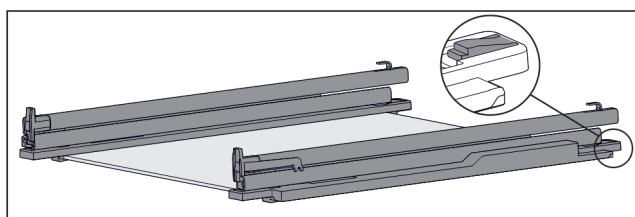

Fig. 155 Üveglap sínekkel és tartóelemekkel
- ▶ Nyomja le hátul a tartóelemet (lásd Fig. 155), közben a sít tolja hátrafelé.